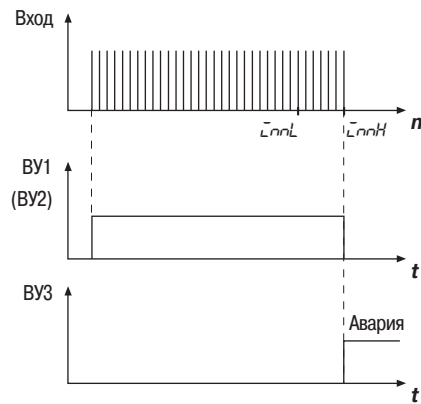

Рис. 11
– значение счетчика превысило заданное значение параметра \bar{L}_{nnH} , а сигнал о превышении периода следования импульсов не поступил (рис.11); это возможно только тогда, когда определение конечного положения происходит по превышении периода следования импульсов, заданного в параметре \bar{L}_{nP} , в интервале значений счетчика от \bar{L}_{nnL} до \bar{L}_{nnH} , в остальных случаях при достижении значения \bar{L}_{nnL} всегда происходит отключение управления приводом.